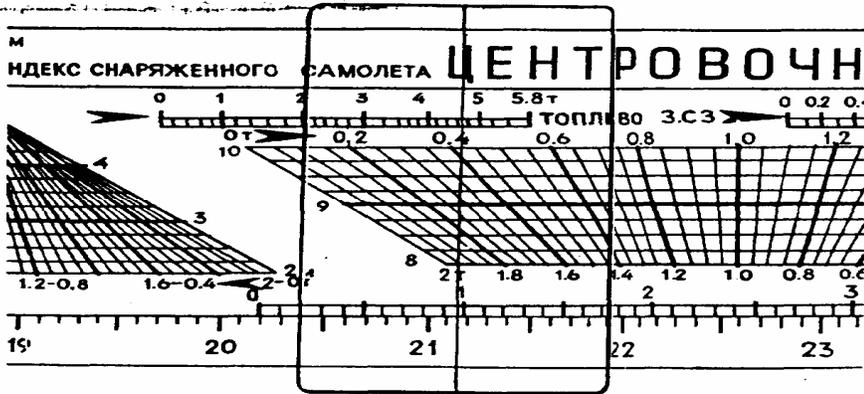

Рис. 2.26. Линейка. Положение "17" движка.
- перемещением движка вправо деление 4742 кг шкалы "ТОПЛИВО" подводится под визирную линию бегунка (рис. 2.26);